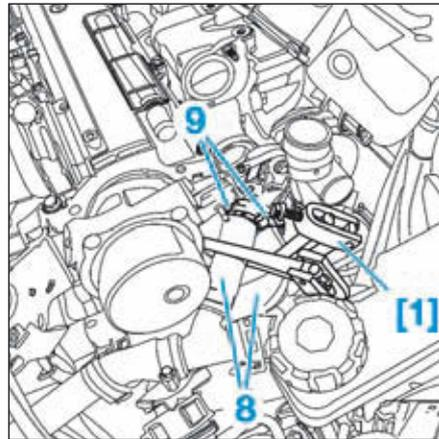

FIG.68
- Mettre en place l'outil [1] sur les durits (8) (Fig.68).
- Desserrer les colliers (9).
- Désaccoupler les durits (8) du module de recyclage des gaz d'échappement.